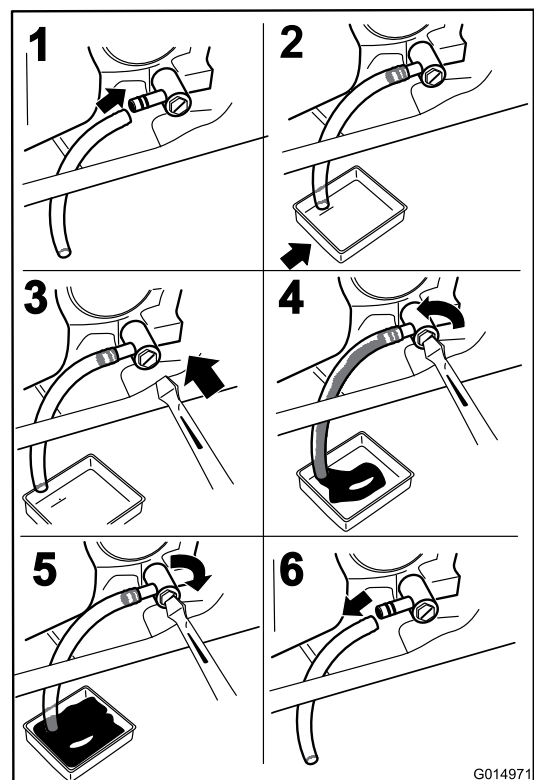

Figura 34
3. Pare el motor, retire la llave y espere a que se detengan todas las piezas en movimiento antes de abandonar el puesto del operador (Figura 34).